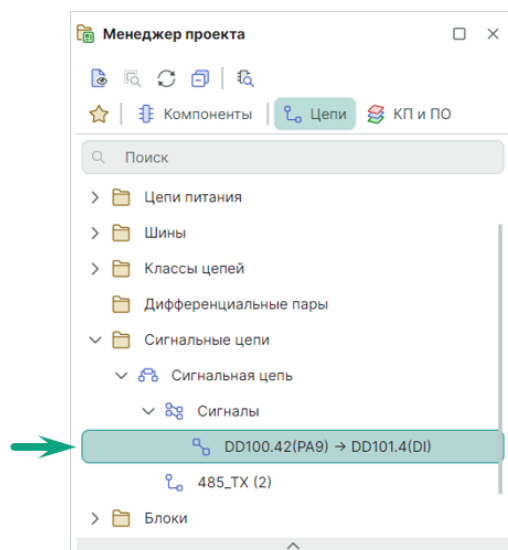

Рис. 154 Отображение сигнала в панели «Менеджер проекта»
2. В результате в панели «Менеджер проекта» → «Сигнальные цепи» → «Сигнальная цепь» → «Сигналы» отображается автоматически созданный сигнал «DD100.42(PA9) → DD101.4(DI)», см. Рис. 154.